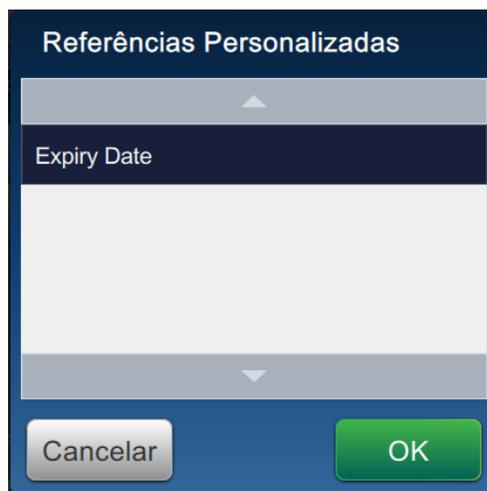

Figura 6-12: Lista de referência personalizada
8. Selecione a Data de vencimento na lista de referência personalizada, como mostra a Figura 6-12.
14. Selecione Data de vencimento na lista Referência de campo personalizado, como mostra a Figura 6-12.